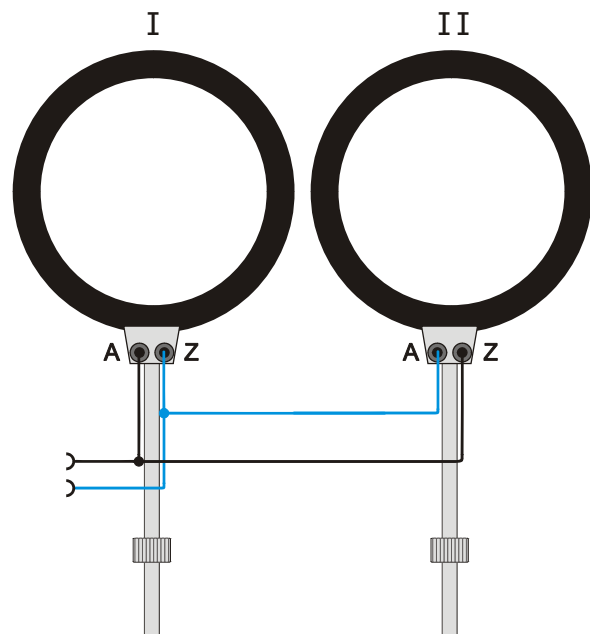

Fig. 1.2 Parallelschaltung
- Bei Parallelschaltung Buchse A der Spule 1 mit Buchse Z der Spule 2 und Buchse Z der Spule 1 mit Buchse A der Spule 2 verbinden (siehe Fig. 1.2).